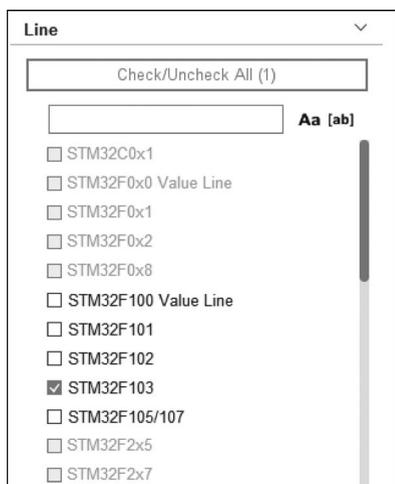

图 3-10 选择产品线
③ Line(产品线): 选择某个 STM32 系列后会更新产品线列表中的可选范围。例如, 选择了 STM32F1 系列之后, 产品线列表中只有 STM32F1xx 的器件可选。图 3-10 所示为产品线列表的一部分。